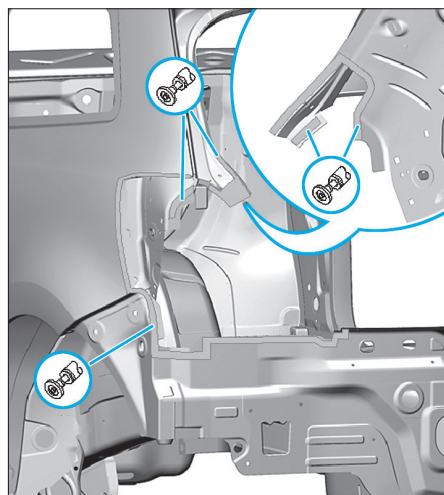

FIG. 108
- Retirer les morceaux de tôle restants (Fig.108).